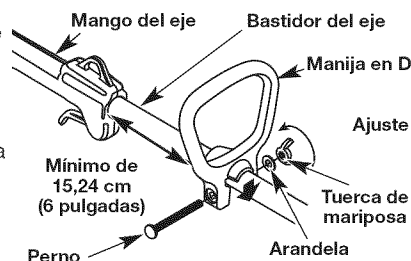

Fig. 2
1. Empuje la manija D hacia abajo sobre el bastidor del eje (Fig. 2). El agujero del perno hexagonal en la manija debe quedar en el lado izquierdo.